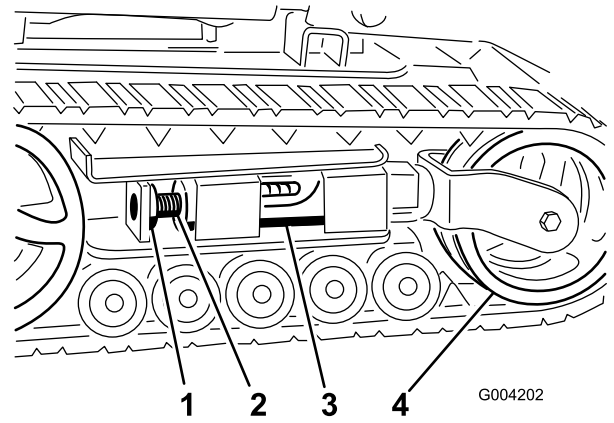
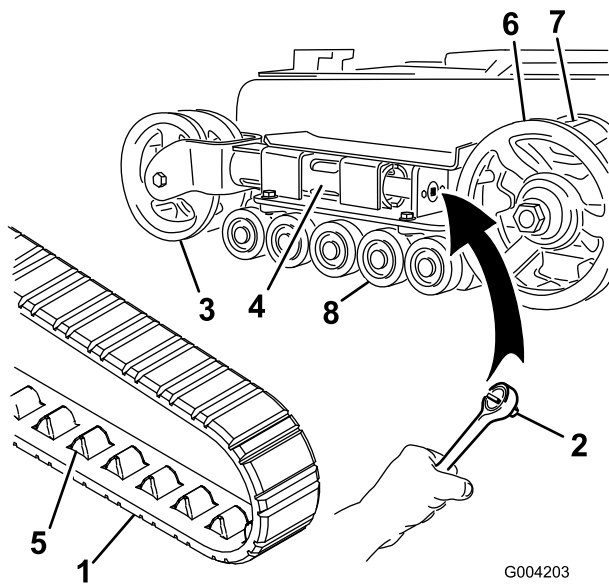
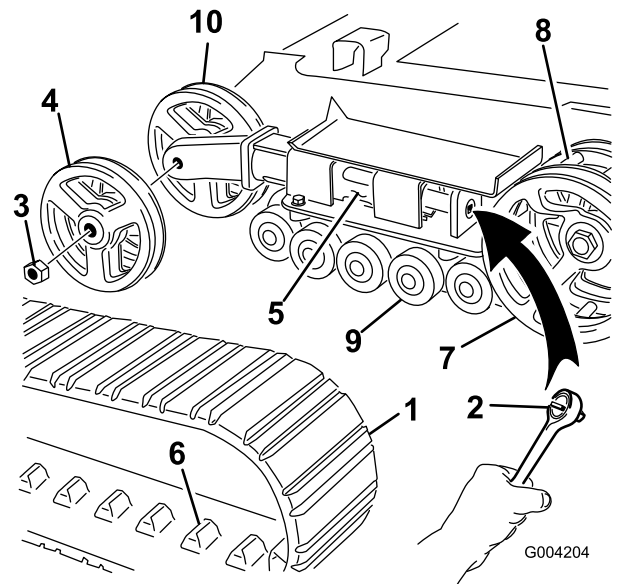

Figure 45
Figure 46
Figure 47
4. Enlevez le boulon et l'écrou de blocage (Figure 45).
6. Alignez l'encoche la plus proche dans la vis de tension avec le trou du boulon de blocage, et fixez la vis avec le boulon et l'écrou de blocage (Figure 45).
**Remarque:** Les chenilles sont de type étroit si les roues de tension avant sont montées à l'intérieur d'une chape au bout du tube de tension (Figure 46).
5. À l'aide d'une clé à cliquet de ½ pouce, tournez la vis de tension dans le sens horaire pour détendre la transmission (Figure 45 et Figure 46).
6. Poussez la roue de tension vers l'arrière de la machine pour appuyer le tube de tension contre le cadre (Figure 46).
8. Lorsque la chenille est déchaussée, retirez-la du pignon d'entraînement et des galets de roulement (Figure 46).
9. Pour installer la chenille neuve, commencez par l'enrouler autour du pignon, en veillant à ce que les crampons s'engagent correctement entre les dents du pignon (Figure 46).
10. Poussez la chenille sous et entre les galets de roulement (Figure 46).
**Remarque:** Les chenilles sont de type large si les roues de tension avant sont montées sur les côtés au bout du tube de tension (Figure 47).
5. À l'aide d'une clé à cliquet de 1/2 pouce, tournez la vis de tension dans le sens horaire pour détendre la transmission (Figure 45 et Figure 47).
6. Poussez la roue de tension vers l'arrière de la machine pour appuyer le tube de tension contre le cadre (Figure 47).
7. Retirez l'écrou de fixation de la roue de tension extérieure et déposez la roue (Figure 47).
8. Déposez la chenille (Figure 47).
9. Retirez l'écrou de fixation de la roue de tension intérieure et déposez la roue (Figure 47).
13. Posez la roue de tension intérieure et fixez-la avec l'écrou retiré précédemment (Figure 47).
15. Posez la chenille neuve en prenant soin que les crampons s'engagent entre les dents au centre du pignon (Figure 47).
16. Posez la roue de tension extérieure et fixez-la avec l'écrou retiré précédemment (Figure 47).
6. Placez le chapeau de galet de roulement sur la tête du boulon (Figure 46).
7. Fixez le chapeau avec le circlip (Figure 46).